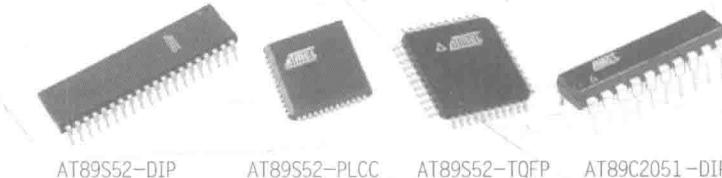

图 0-1 常见 AT89S 系列单片机外形
(1) ATMEL 公司的 51 单片机。该种类型的单片机为集中指令集(CISC)的单片机，采用冯·诺伊曼的结构，指令丰富，功能较强。新一代的 51 单片机集成度更高，在其内部集成了更多的功能部件，如 A/D、PWM、WDT 及高速 I/O 口等，在工业测控领域内得到了广泛的应用。虽然不同厂家生产的不同型号的 51 单片机各有特点，但内核相同，指令系统也完全相同，是应用较广泛的一类单片机。其中 ATMEL 公司生产的 51 单片机 AT89 系列如 AT89C2051、AT89S51、AT89S52 等型号是市场中较常见品种，详细资料可从官网 <http://www.atmel.com> 查看。图 0-1 所示为常见 AT89S 系列单片机的外形。